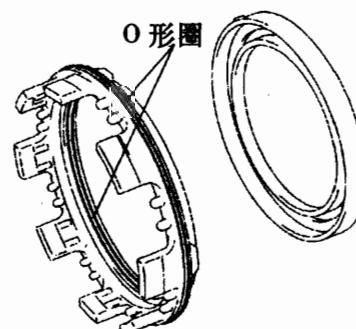

图 12-1-79
(15) 安装 1 号制动活塞。如图 12-1-79 所示，将 ATF 涂到两个新 O 形圈上，然后安装到 1 号制动活塞上，用双手将 1 号制动活塞压入 1 号制动缸中。注意：不要损伤 O 形圈。